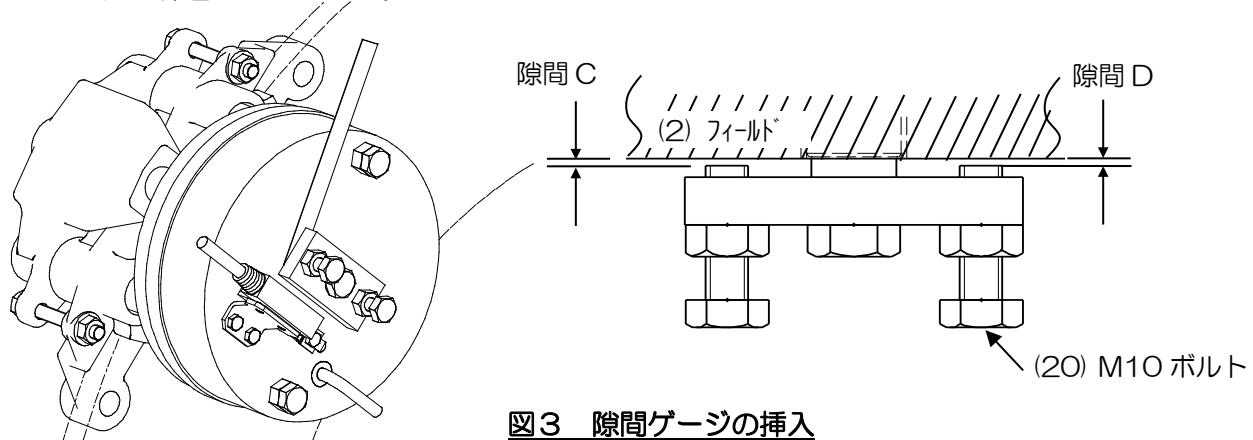

図3 隙間ゲージの挿入
⑧ブレーキを電気的に“吸引”し、M10ボルト(20)のネジ先端とフィールド(2)の間の隙間を確認する。(図3参照)